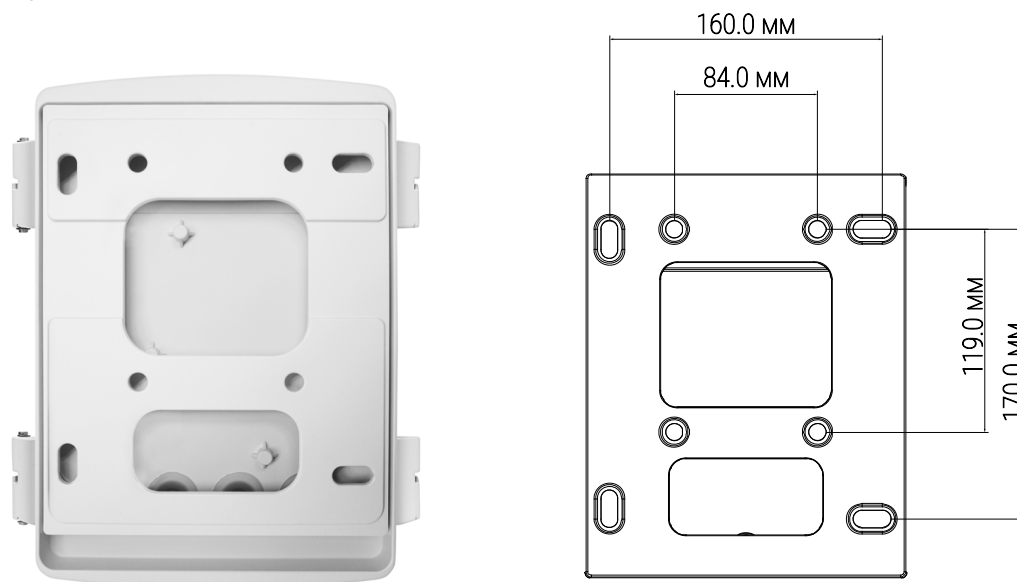

Рисунок 4.3 – Габаритные размеры. Монтажное основание BR-203
6. Используя монтажное основание изделия (Рисунок 4.3), отметьте точки крепления на установочной поверхности и просверлите 4 отверстия (диаметр 8 мм, глубина не менее 65 мм) в установочной поверхности. Закрепите монтажное основание изделия с помощью анкерных болтов (M8/10x56) из комплекта поставки на установочной поверхности.